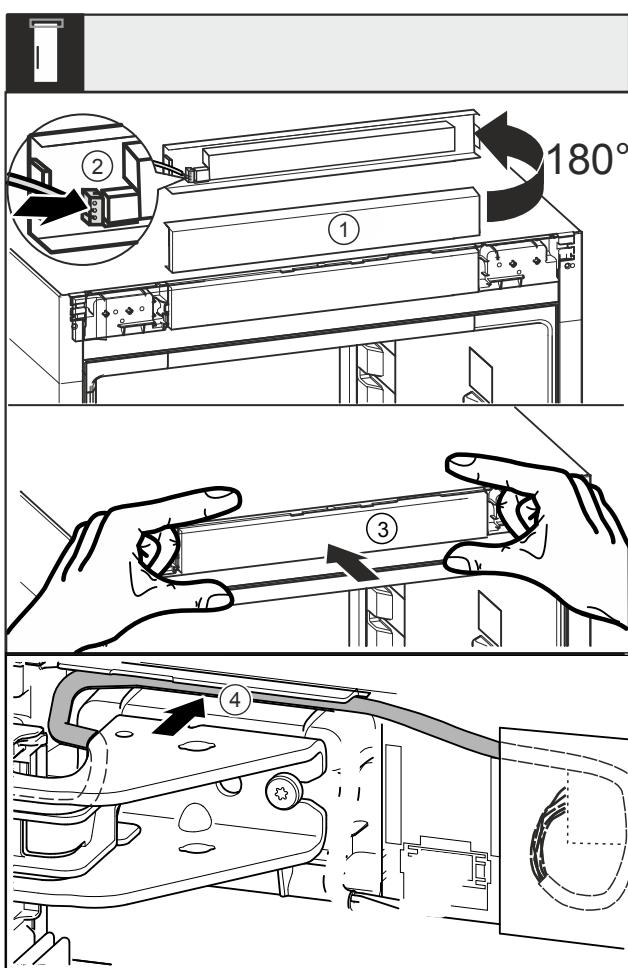

Fig. 46
- Поверніть панель Fig. 46 (1) на 180° вгору.
- Зафіксуйте штекер Fig. 46 (2) на невеликій панелі керування.
- Знову зафіксуйте панель Fig. 46 (3) на пристрої.
- Обережно розташуйте кабель у направляючій Fig. 46 (4) над верхнім опорним кронштейном.